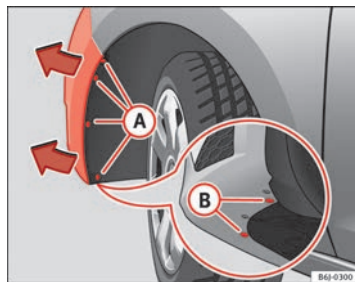

Fig. 172 Faro fendinebbia: accesso al connettore e al supporto lampade
- Servirsi di un cacciavite per rimuovere le 4 viti (A) ⇒ fig. 172 situate all'interno del passaruota e le 2 viti inferiori (B) ⇒ fig. 172 del paraurti.